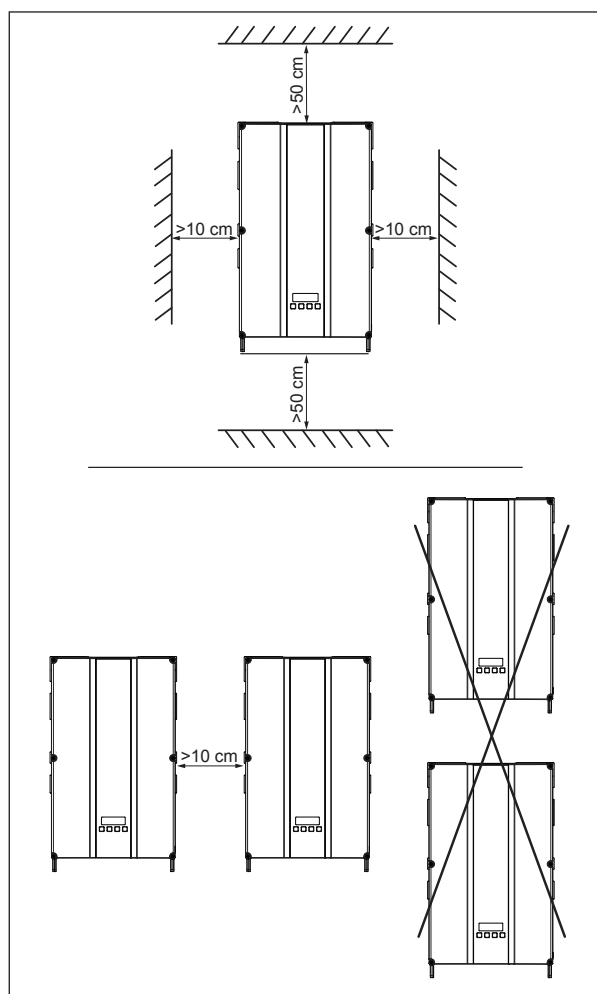

Fig. 7.2.: Medidas de montaje para la convección
- Mantener durante el montaje las distancias mínimas a las paredes y a otros inversores solares (véase Fig. 7.2, p. 21.).